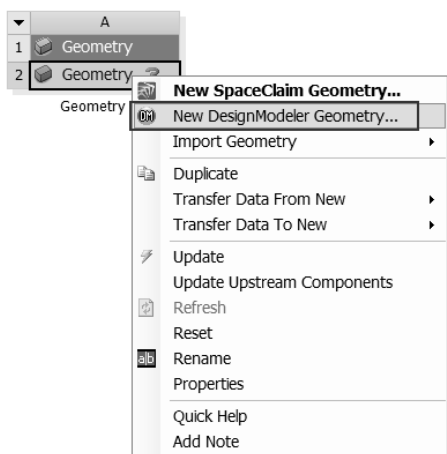

图 10-3 创建几何体
Step1: 在 A2 Geometry 上右击, 在弹出的快捷菜单中选择 New DesignModeler Geometry 命令, 如图 10-3 所示, 此时会启动 DesignModeler 平台。